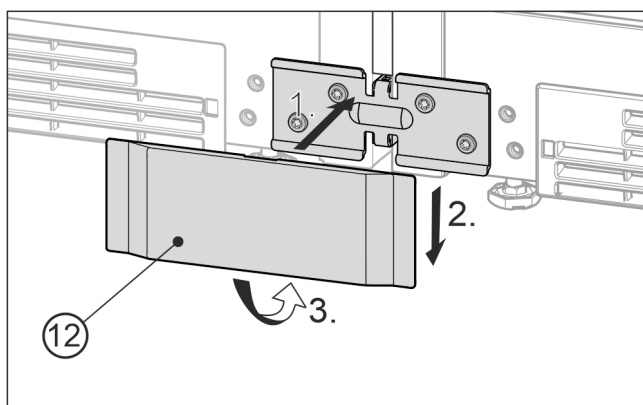

Fig. 24 Shembull ilustrues
- ▶ Vendosni kapakun mbulues Fig. 24 (12) të poshtëm nga përpara mbi profil Fig. 24 (1), shtyjeni poshtë Fig. 24 (2) dhe mbërthejeni me kapje nga poshtë Fig. 24 (3).